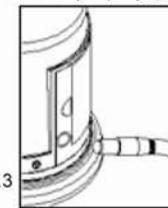

Рис.3
■ Чтобы зарядить аккумулятор, вставьте разъем зарядного устройства в гнездо. Аккумулятор емкости 1500 мА/ч следует заряжать примерно 3 часа. (Рис.3)